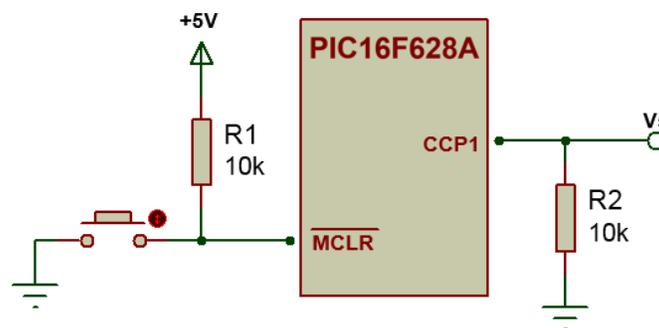

Figura 9.4. Diagrama simbólico del generador de señales PWM.
2. Proceda a armar el circuito en la protoboard, basándose en el mostrado en la figura 9.4, tenga cuidado de que la salida corresponda con la terminal de salida del módulo CCP1.